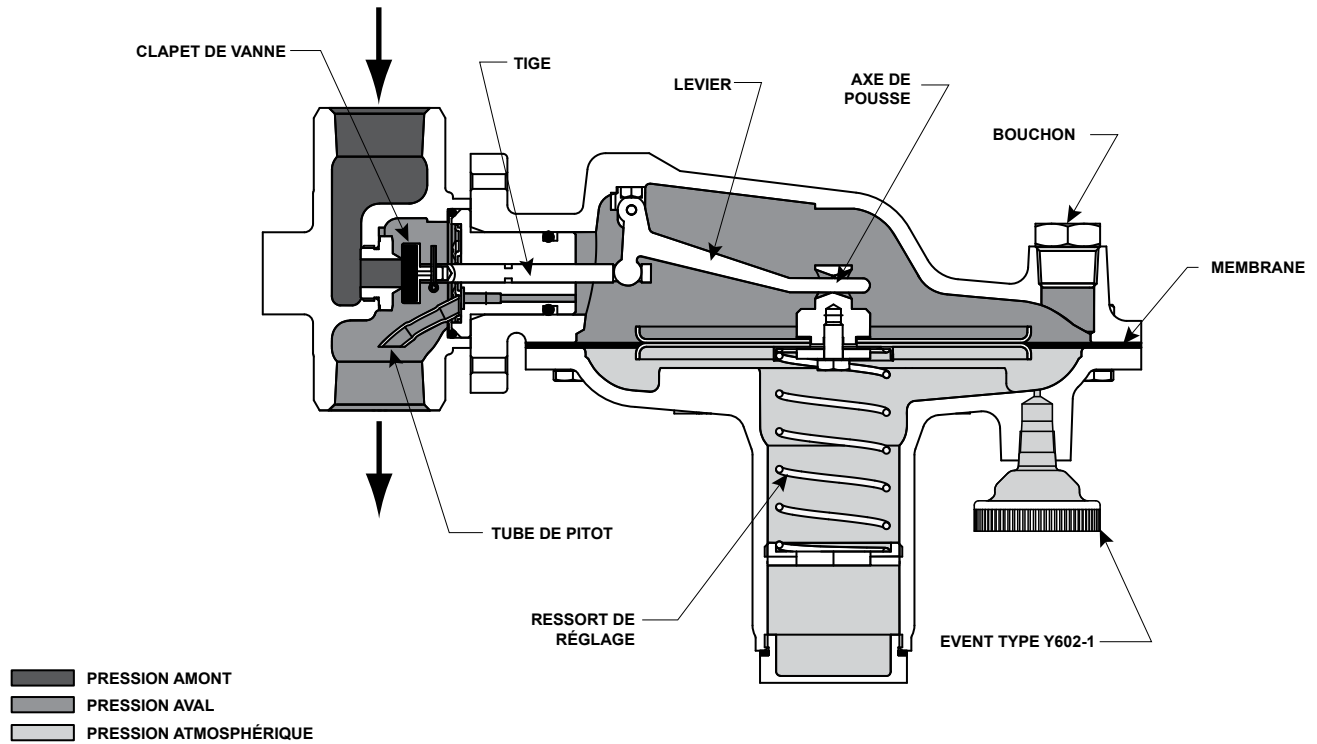
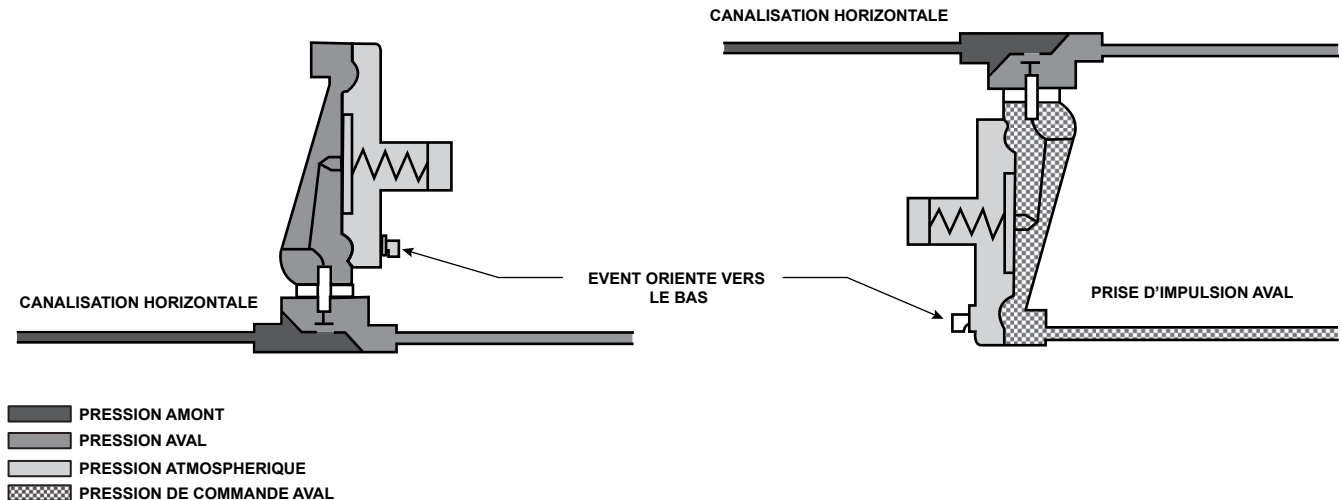

Figure 2. Schéma de principe du Type T205 à prise d'impulsion interne
Figure 4. Schéma de purge de l'actionneur du Type T205
Les détendeurs d'inertage de réservoir de la Série T205 contrôlent la pression de l'espace vapeur au dessus du liquide stocké. Lorsque du liquide est pompé hors du réservoir ou que les vapeurs internes se condensent, la pression à l'intérieur du réservoir baisse. La pression du réservoir est directement mesurée sous la membrane. La force du ressort pousse l'axe de poussée, le clapet s'écarte de l'orifice et le débit de gaz augmente pour maintenir la pression du réservoir (voir les Figures 2 et 3).
2. Le détendeur peut être installé dans n'importe quelle position, dès lors que le sens de l'écoulement est conforme à la direction indiquée par la flèche moulée sur le corps. Pour obtenir les débits spécifiés aux basses consignes des Types T205 et T205M, il est recommandé d'orienter la boîte à ressort vers le bas comme illustré sur les Figures 2 et 3. Pour une purge complète de l'actionneur, il convient que le détendeur soit installé comme illustré Figure 4. Si l'installation ne peut pas être arrêtée lors de l'inspection ou de l'entretien, installer un « by-pass » du détendeur.